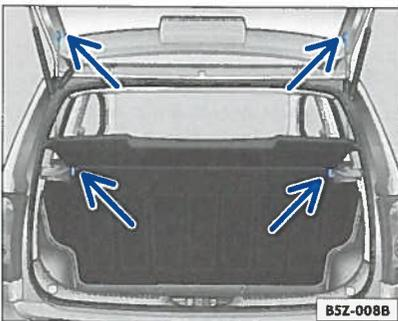

Abb. 76 Gepäckraumabdeckung: Aus- und Einbau
- Hängen Sie die Haltebänder ⇒ Abb. 76 -obere Pfeile- an der Heckklappe aus.
- Ziehen Sie die Abdeckung nach hinten aus den seitlichen Halterungen ⇒ Abb. 76 -untere Pfeile-.
– Schieben Sie die Abdeckung nach vorn in die seitlichen Halterungen ⇒ Seite 95, Abb. 76 -untere Pfeile-.
– Hängen Sie die Haltebänder ⇒ Seite 95, Abb. 76 -obere Pfeile- an der Heckklappe ein.